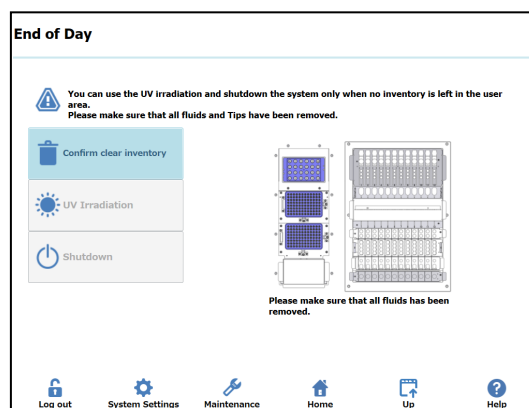

Abbildung 20: Bildschirm „End of Day“ (Tagesende)
26. Auf der Startseite „End of Day“ (Tagesende) wählen. Es wird der folgende Bildschirm angezeigt (siehe Abbildung 20).